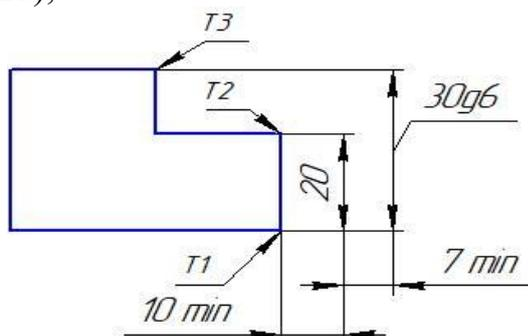

Рисунок 10 - Положение размерной линии (линейный размер)
Вкладка *Размер* позволяет задавать положение характерных точек (т.1; т.2 и т.3) размера, управлять его ориентацией и содержанием размерной надписи (рисунок 10).
- Указать графическим курсором точку 1- начало первой выносной размерной линии (рисунок 10).
- Указать графическим курсором точку 2 - начало второй выносной размерной линии (рисунок 10).